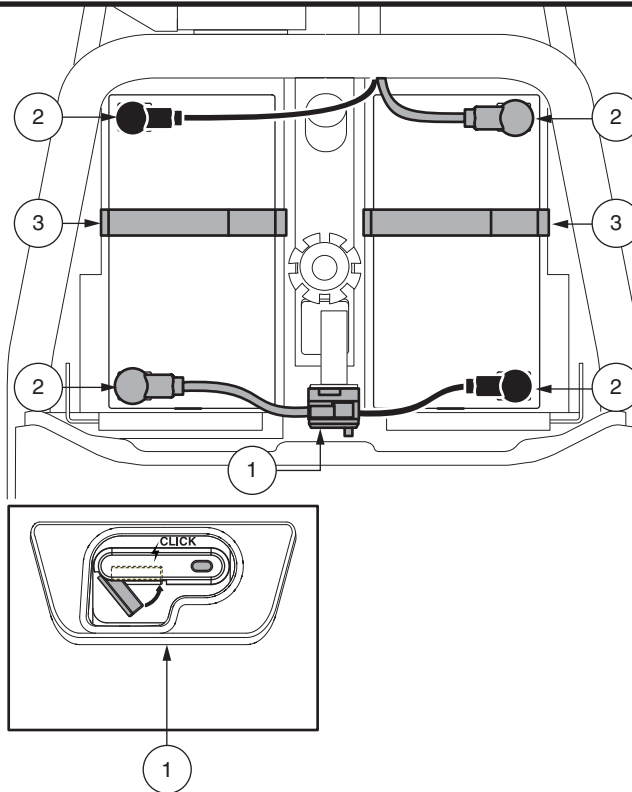

Figure 13. Enlèvement/installation des batteries et connexions
**NOTE:** Utilisez des sangles de fixation afin de sécuriser les batteries. Veuillez-vous référer à la figures 13 et 16 pour les procédures d'installation des sangles de la batterie.